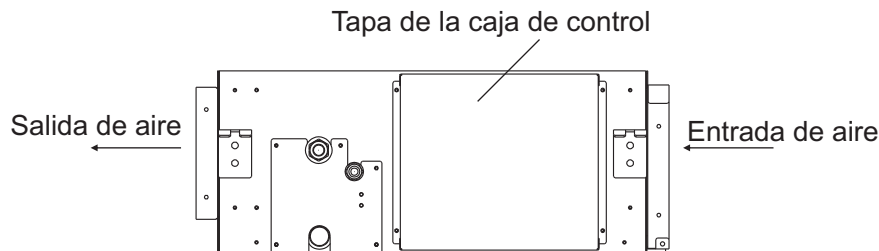

Imagen 6.1 Quite los tornillos de la caja de control
- Cuando sujete los cables, utilice la abrazadera incluida como se muestra en la Imagen 6.1 para evitar que la presión externa se ejerza sobre la conexión del cableado y ajústela firmemente.
- (1) Como se muestra en Imagen 6.1, quite los tornillos de la caja de control.
- (2) Conecte el cable de alimentación y el cable a tierra a la terminal principal.
- (3) El cable del control remoto a la caja terminal auxiliar.
- (4) Conecte el cable de alimentación de la unidad interna y de la externa a la terminal principal.
- (5) Amarre firmemente el cable en la caja de control con la abrazadera.
- (6) Después de terminar el cableado, selle el orificio del cableado con el material sellante (con la tapa) para evitar que ingresen insectos y la condensación del agua.